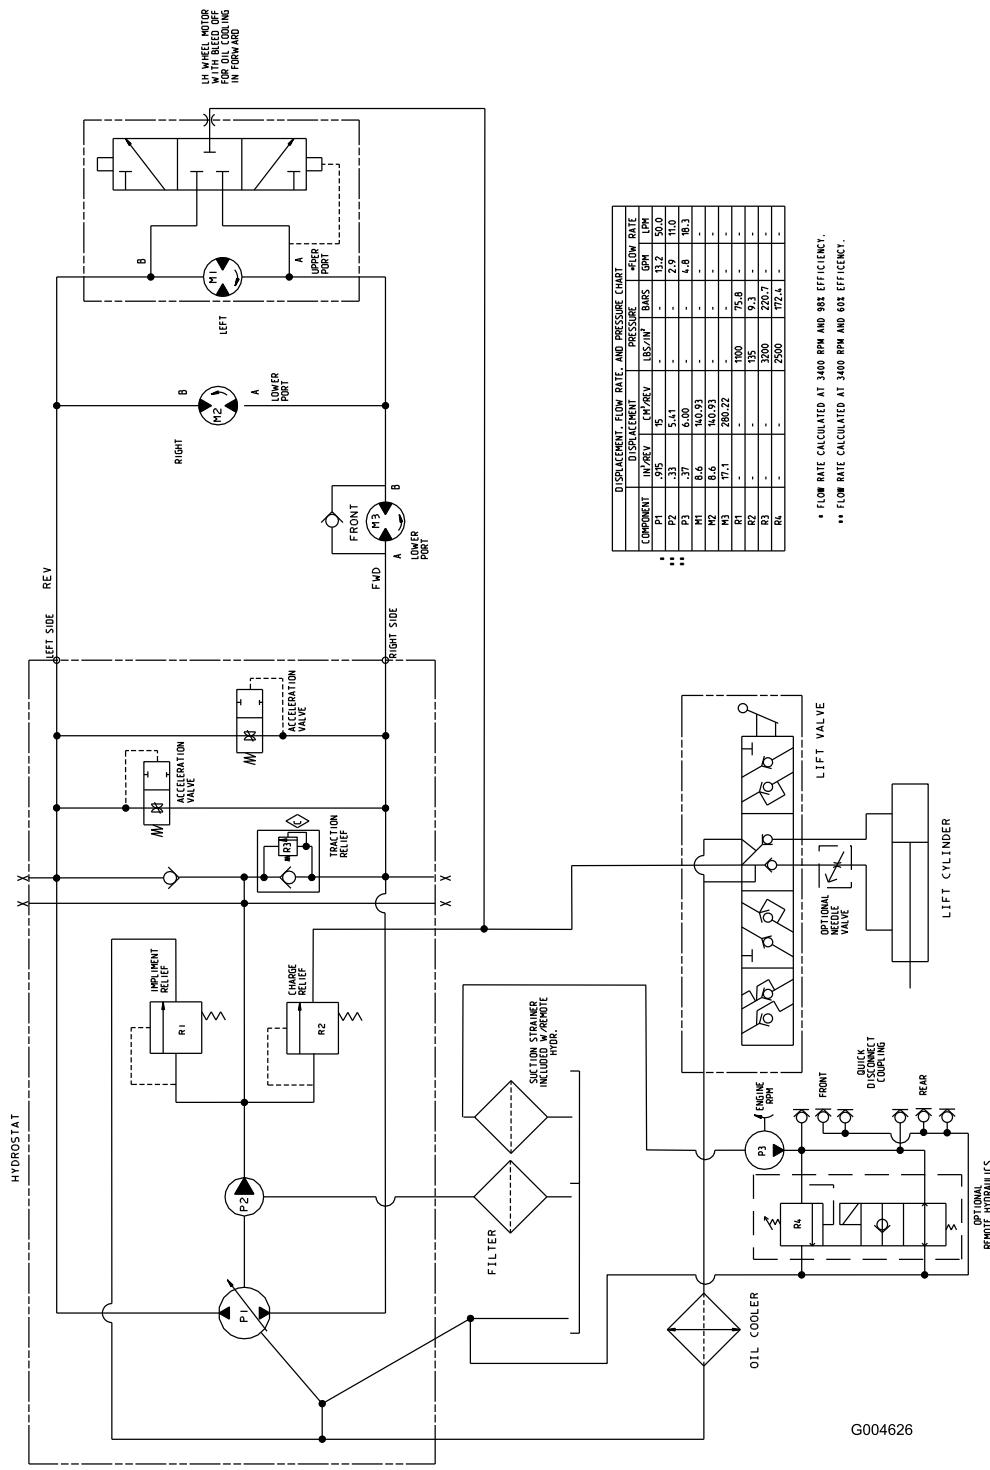

**Bild 37**
9. Setzen Sie die vier Bundkopfschrauben ein, mit denen das Abdeckblech des linken Rades am Rahmen befestigt ist (Bild 37).
10. Montieren Sie den linken Hinterreifen (Bild 37).